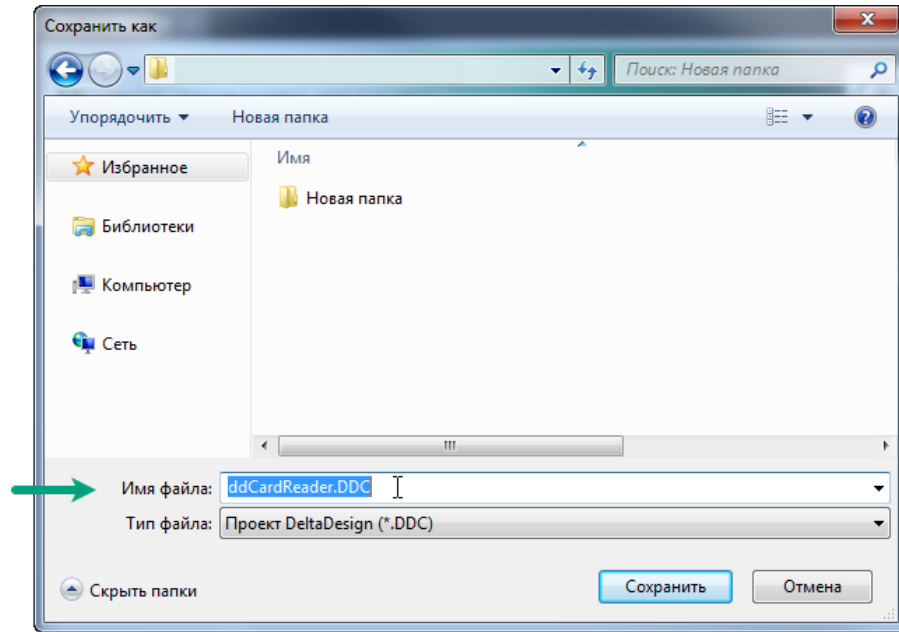

Рис. 57 Выбор места сохранения и ввод имени экспортируемого файла
4. В окне проводника введите имя файла и выберите место его сохранения, Рис. 57.